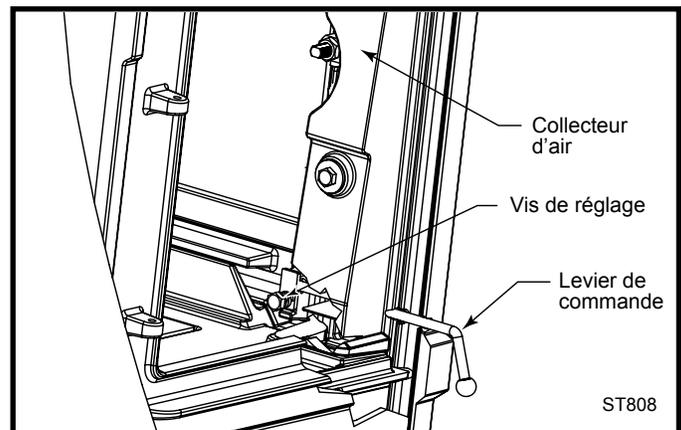

Fig. 34 Réglages du levier de commande d'air primaire.
Avec le temps, le levier de commande d'air peut se serrer ou se desserrer. Pour régler la tension du levier de commande, laissez le poêle atteindre la température de la pièce. Ouvrez la porte de chargement latérale et repérez la paroi interne de l'avant du poêle. (fig. 34) Repérez le boulons à tête hexagonale inférieur (A) sur la tige du collecteur d'air primaire de l'un des deux côtés du poêle. Utilisez une clé de 7/16 po pour le réglage.
Inspectez les conduits de chaque côté de l'ensemble de combustion (un miroir serait utile) et aspirez les cendres à l'aide d'un flexible d'aspiration inséré dans chaque conduit. Prenez garde de ne pas endommager le matériau fibreux blanc dans cette chambre arrière. (Fig. 34)